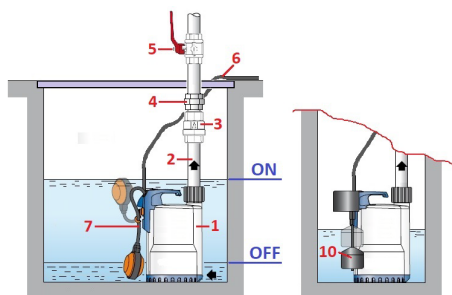

Рис. 6.1 Установка з однофазним електронасосом
6.5.3 Самопідтримна стаціонарна насосна установка (Рис. 6.1 та 6.2)